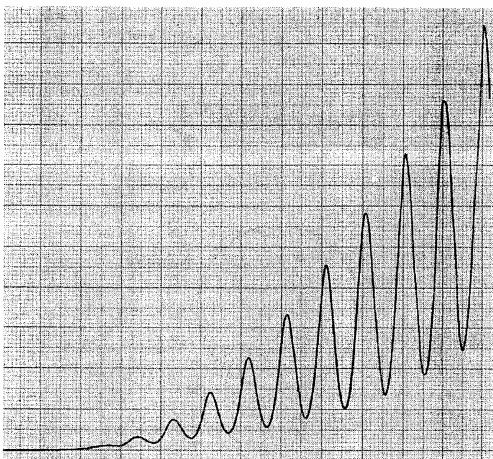

Abb.3 Schreiberbild der Franck-Hertz-Kurve
- Durch langsame und stetige Erhöhung der Beschleunigungsspannung  $U_B$  können Sie nun eine Franck-Hertz-Kurve aufnehmen (Abb. 3) und die genauen Positionen der Maxima und Minima mit dem Digitalvoltmeter ermitteln.